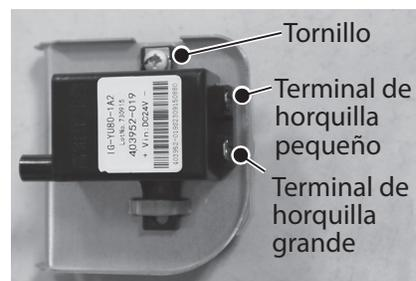

Figura 58 - Ubicación del conjunto de encendedor
- 7** Desconecte las dos conexiones de terminal de horquilla en la parte trasera del encendedor, y retire el conjunto de encendedor y el soporte del calentador de agua. Consulte la Figura 58.
- 8** Ubique el tornillo que fija el encendedor al soporte. Retire el tornillo y déjelo a un lado en un lugar seguro para volver a instalarlo. Consulte la Figura 58.